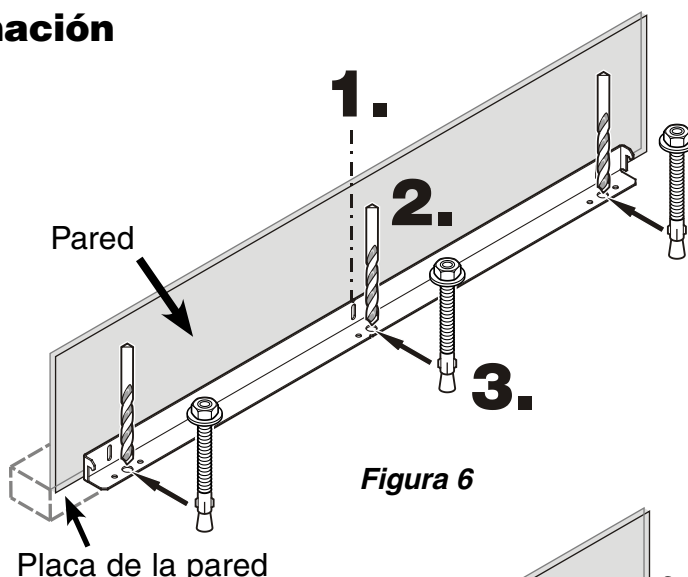

Figura 6
2. Taladre un agujero de 3/8" de diámetro en cualquier posición según se muestra en la **Figura 6** con una mecha de carburo.